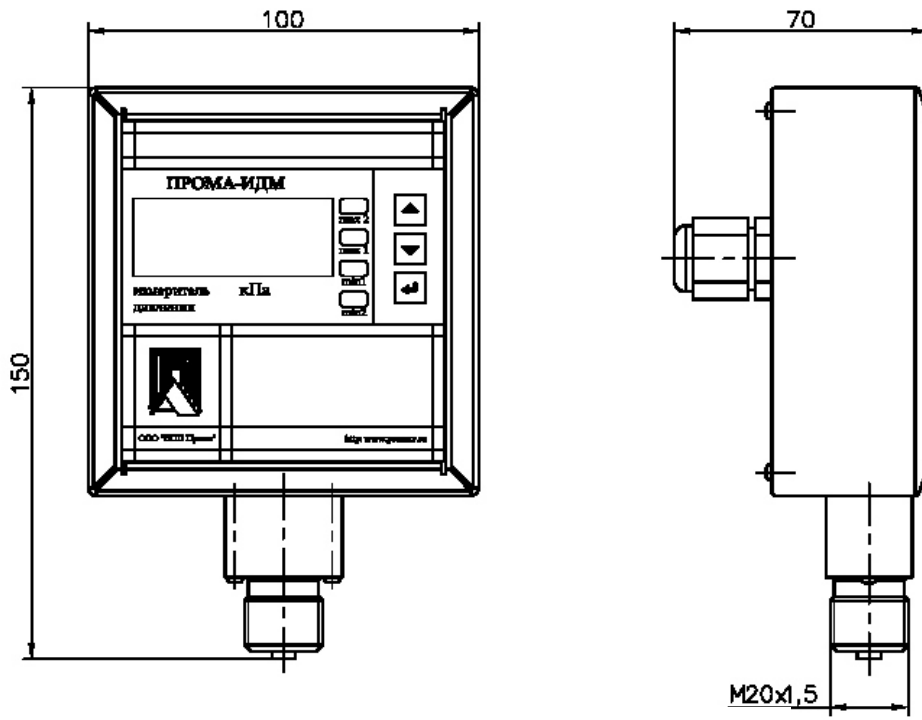

Рис. 3.1.Измеритель Прома-ИДМ-ДИ,ДВ,ДИВ-Р (газ,жидкость).
- Рис. 3.1. Измеритель Прома-ИДМ-ДИ, ДВ, ДИВ-Р (газ, жидкость). Исполнение для штуцерно-резьбового монтажа. Габаритный чертеж.